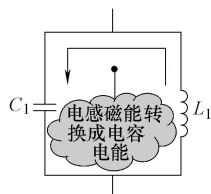

图 9-78  $LC$  谐振的磁—电转换过程示意图
3)  $LC$  谐振的磁电转换过程。如图 9-78 所示是  $LC$  谐振的磁—电转换过程示意图,电容  $C_1$  放电完毕之后,线圈  $L_1$  中的磁能又以线圈两端自感电动势产生电流的方式,开始对电容  $C_1$  进行充电,这一充电过程是线圈  $L_1$  中磁能转换成电容  $C_1$  中电能的过程。